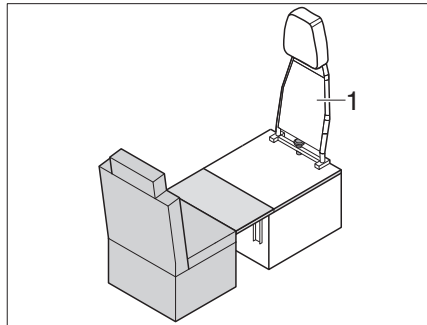

Fig. 215 Transformation conduite-mode couchage
- Démontez le dossier (Fig. 215,1) des sièges individuels (voir chapitre 7.16.8).